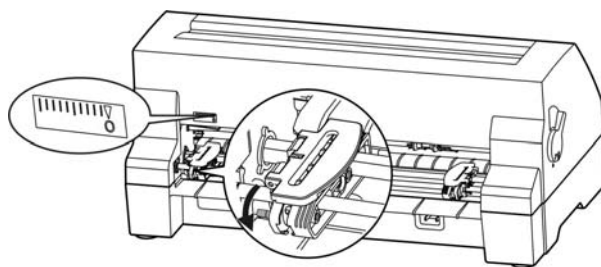

图 3-10 调整链轮位置
5. 将拖纸器左链轮移至左边适当位置（“0”位置表示横向起始打印位置）。按下拖纸器左链轮的链轮锁定杆以锁定拖纸器左链轮。将拖纸器右链轮移至适当位置，但不要锁定其位置（如图 3-10 所示）。